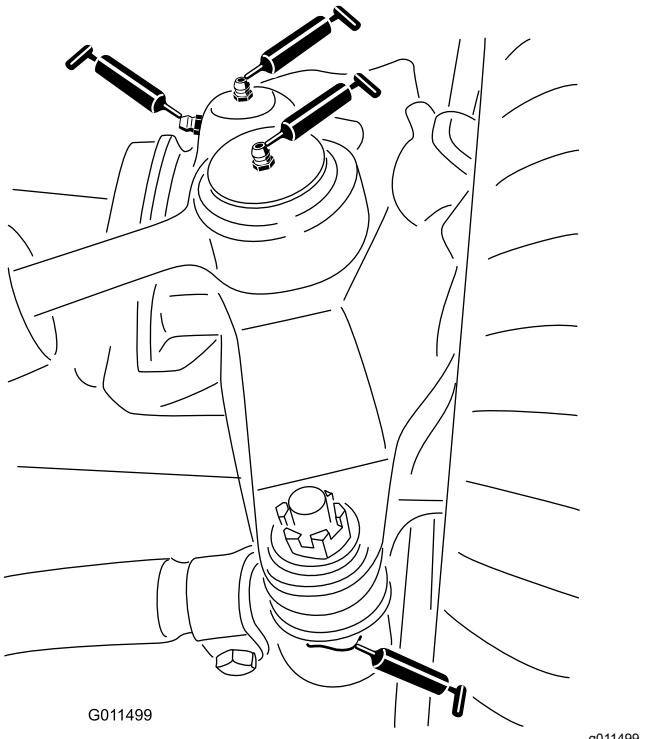

Figura 77
- 2 giunti a sfera del cilindro di sterzatura (Figura 77)
- 2 giunti a sfera del tirante (Figura 77)
- 2 boccole del perno del fuso a snodo (Figura 77).